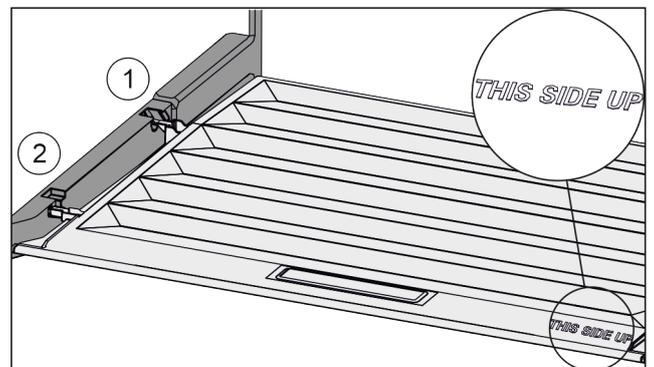

Fig. 129
- Deckelstege über Öffnung der hinteren Halterung Fig. 129 (1) einführen und vorne in Halterung Fig. 129 (2) einrasten.